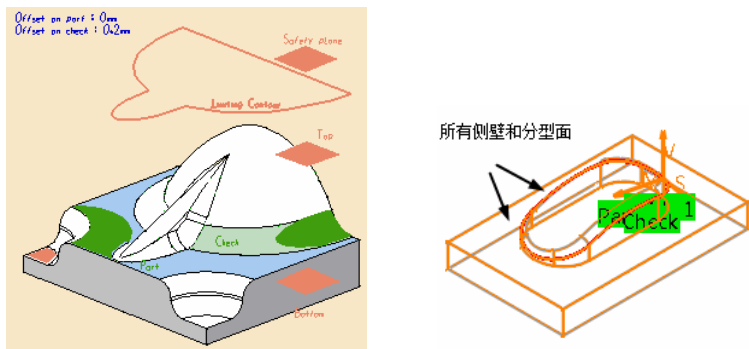

图 3-48 定义检查区域 (1)
- 定义检查区域 (1)。单击对话框中检查区域感应区, 选择所有侧壁和分型面为检查对象, 如图 3-48 所示, 在空白处双击鼠标左键返回。